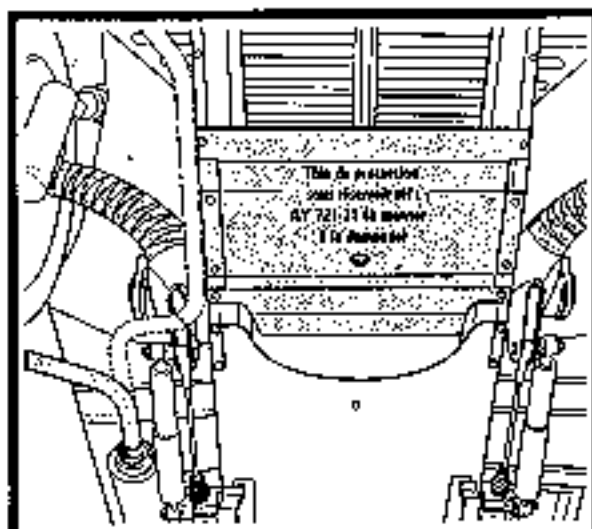

FIGURE 8
Raccourcir le tube arrière et la tourner de 180° au niveau de la roue arrière droite (Fig. 8 page 9).
- Montage d'une tôle de protection sous réservoir d'essence (Fig. 8).